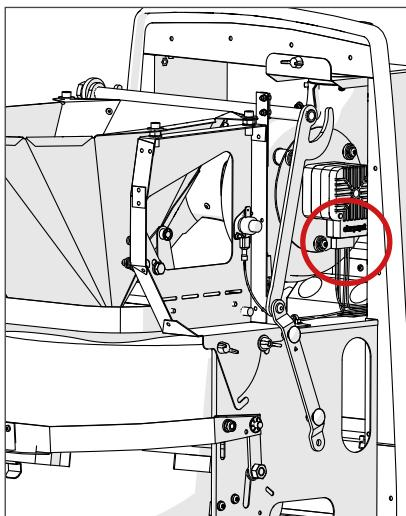

Fig. 14
2. Débrancher le connecteur situé sous le ventilateur (fig. 14).
Si la température dans la chambre est trop élevée, un interrupteur thermique se déclenche. Pour le réinitialiser, tirer les toilettes pour les détacher de la cloison arrière. L'interrupteur thermique se trouve sur le côté droit (Fig. 14). Appuyer sur le bouton. Un déclic (avec retour tactile), confirme que l'interrupteur thermique est réinitialisé. Une absence de retour tactile signifie que le voyant jaune est allumé pour d'autres raisons.